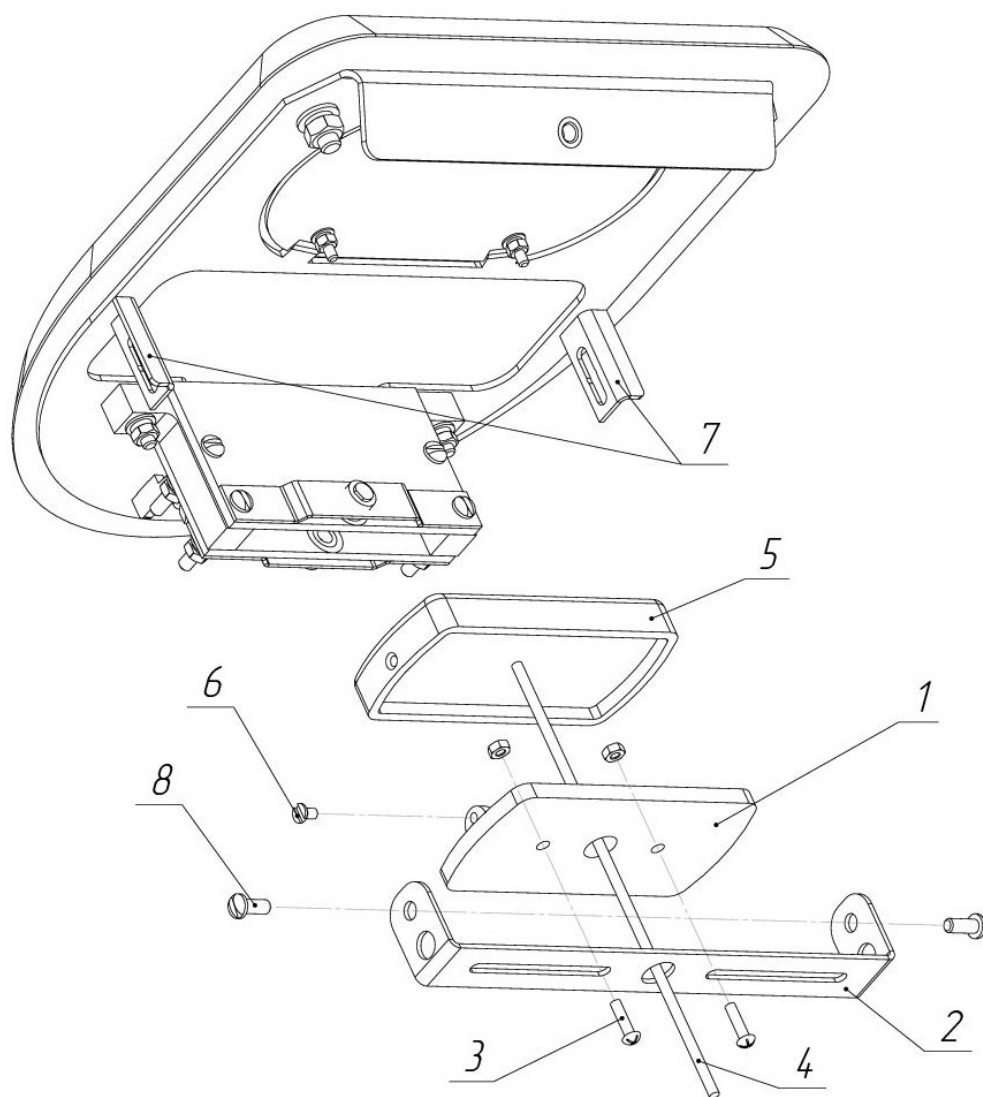
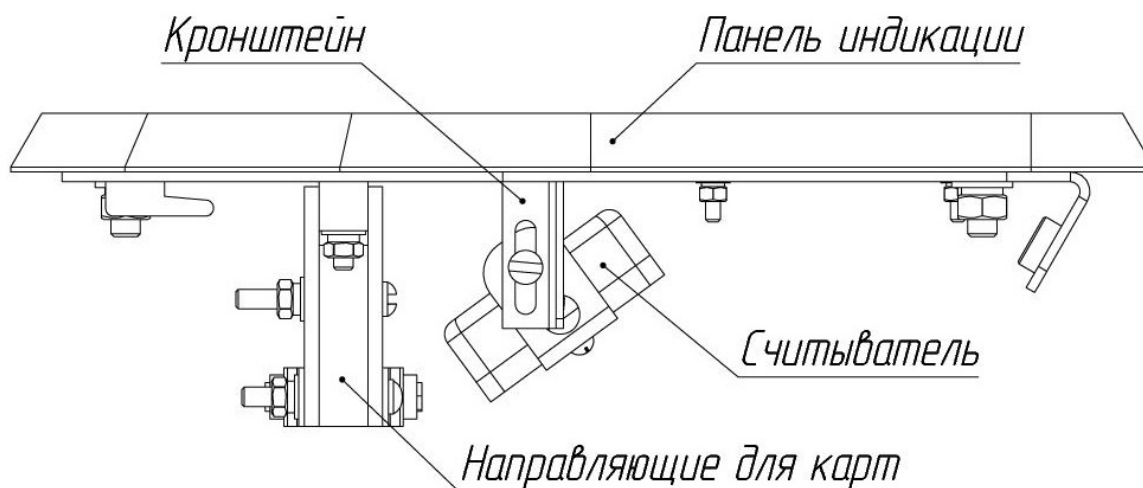

Рис. 6. Схема установки считывателя бесконтактных карт
Рис. 7. Рекомендуемый вариант установки считывателя бесконтактных карт
5.3. Выкрутите 2 винта М4 (8, рис. 6) и снимите универсальный кронштейн для считывателей (2, рис. 6).
5.4. Разберите считыватель, выкрутив винт М3 (6, рис. 6), и установите его нижнюю часть (1, рис. 6) на кронштейн, используя крепеж : два винта М4 с гайкой, гровер- шайбой и шайбой (3, рис. 6).
5.5. Заведите кабель считывателя (4, рис. 6) в отверстие кронштейна, установите верхнюю часть считывателя (5, рис. 6). Закрутите винт М3 (6, рис. 6).
5.6. Зафиксируйте кронштейн на держателях (7, рис. 6), используя винты М4 (8, рис. 6). Рекомендуется устанавливать считыватель под углом 40...50°к направляющим для карт (рис. 7). В этом случае гостевые и постоянные карты будут считываться одинаково хорошо.